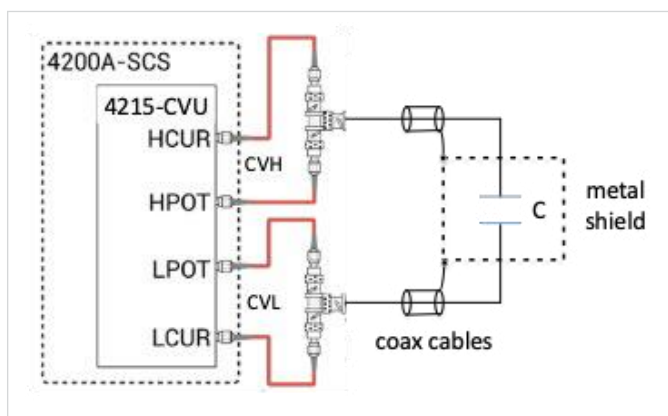

図1. 2線式センシング用のCVU 接続
2線式センシング用に構成されたCVUを図1に示す。HCUR 端子とHPOT 端子をBNC ティーに接続してCVH (HI)を形成し、LCUR 端子とLPOT 端子を接続してCVL (LO)を形成する。